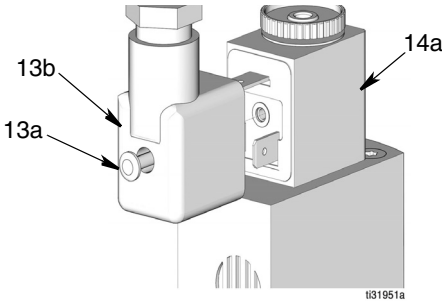

FIG. 36
- Afloje el tornillo (13a) en la parte trasera del conector del solenoide mini DIN (14a) y desconéctelo del conector del solenoide (14a). Deseche el conjunto del cable (Fig. 36).
- Vuelva a conectar el conector DIN (13b) al conector del solenoide (14a) (Fig. 36).